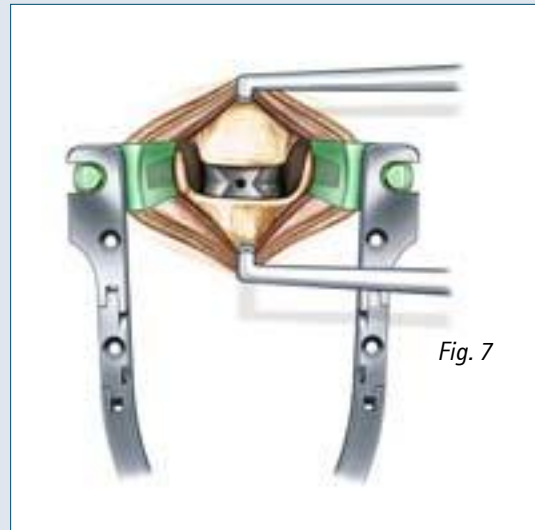

Fig. 7
- ☞ Debe introducir el implante céntricamente en AP y a una distancia de aproximadamente 1-2 mm con respecto a los bordes anterior y posterior (Fig. 7).